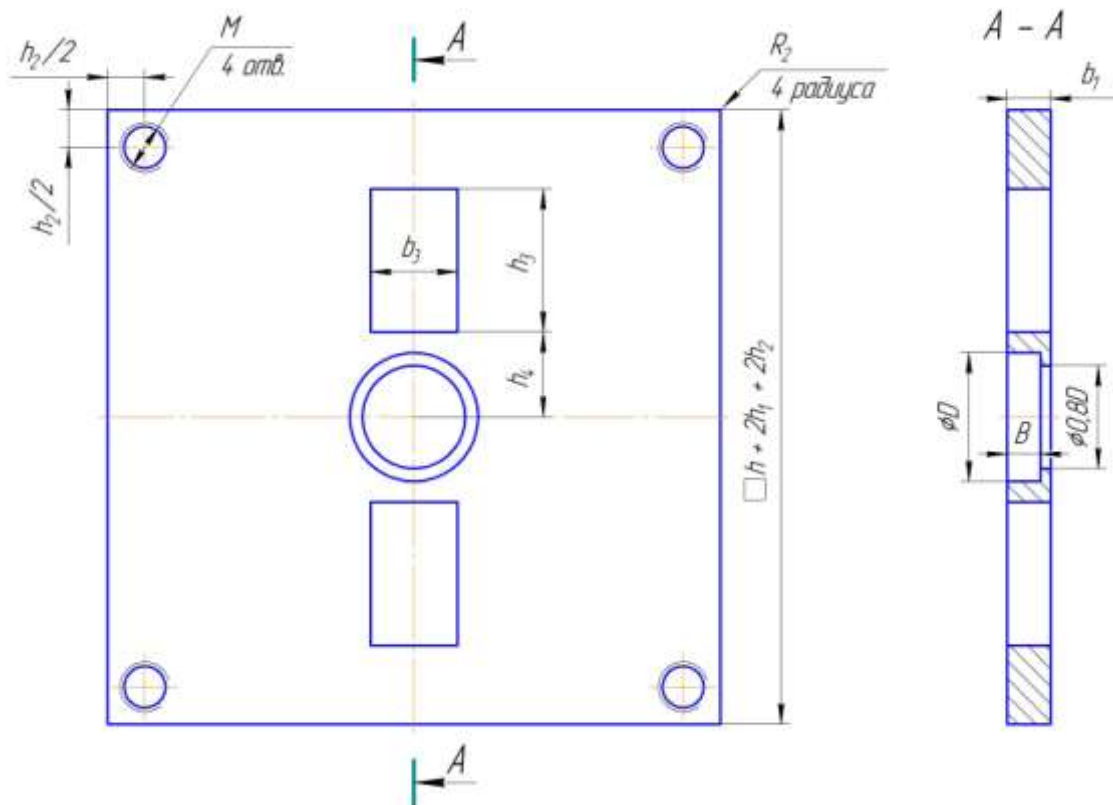

Рис. 5 Схема крышки
4. Построить трехмерную модель крышки в соответствии со схемой рис. 5.